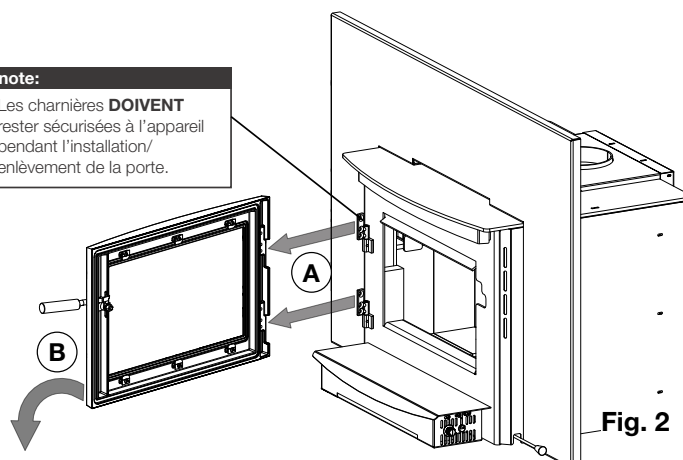

Fig. 2
2. Retirez la porte, en la-plaçant face vers le bas sur une surface douce et non-abrasive (**Fig. 2**). Faites attention de ne gratter pas le peinture.